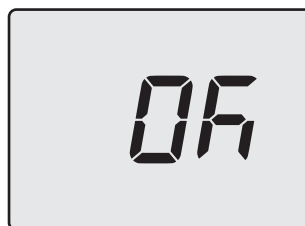

Figura 5.20
- Premendo il tasto 3 (Figura 5.10) si ottiene la conferma del valore inserito. Il display visualizzerà per 5 sec. quanto segue (Figura 5.20) poi, si porterà al livello superiore.